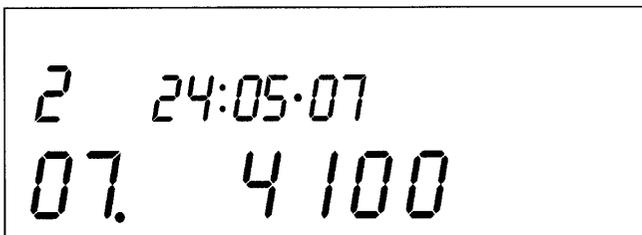
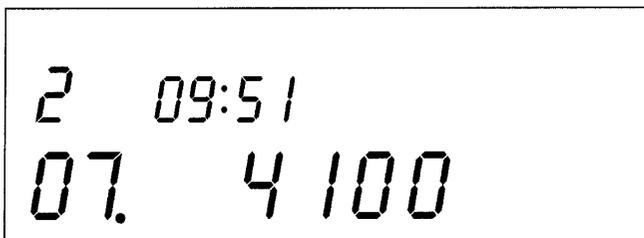

Рисунок 5.15
Рисунок 5.16
На рисунках показано значение (4100) седьмой записи (07.) журнала программируемых параметров (2) зафиксированное 24 мая 2007 года (24:05•07) (рисунок 5.15) в 9 часов 51 минуту (09:51) (рисунок 5.16). Дата и время отображаются попеременно с интервалом 2 с. Если значение даты равно нулю (00:00•00) значит, запись в журнале отсутствует.